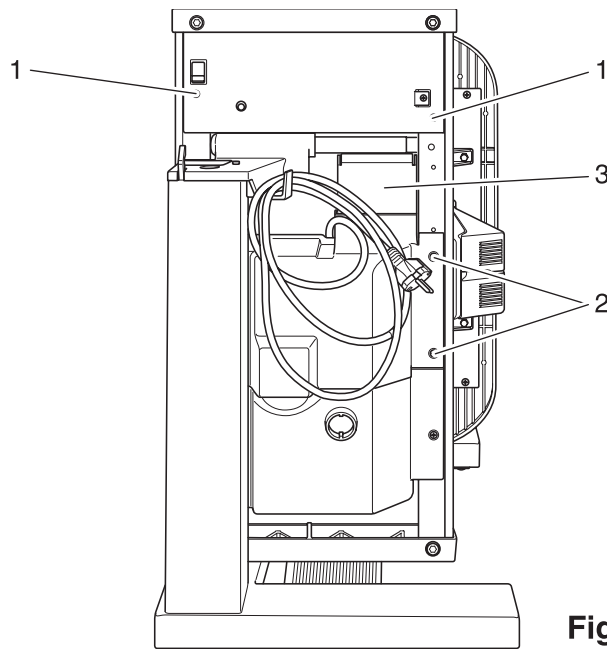

Fig. 7
- Den Ironnette umklappen (Fig. 7).